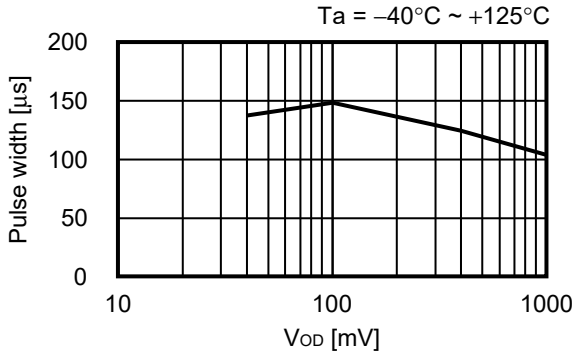

图48 VDD检测产品
在检测状态下将解除电压 (+VDET) 以上的脉冲输入到VDD端子 (VDD检测产品) 或SENSE端子 (SENSE检测产品) 时, 可保持检测状态的脉冲幅度和脉冲电压差 (VOD) 的关系如图48、图49所示。
**注意** 图48、图49表示可保持检测状态的脉冲条件。如果将与上述条件相比脉冲幅度及VOD更大的脉冲输入到VDD端子 (VDD检测产品) 或SENSE端子 (SENSE检测产品), OUT端子可能会进入解除状态。